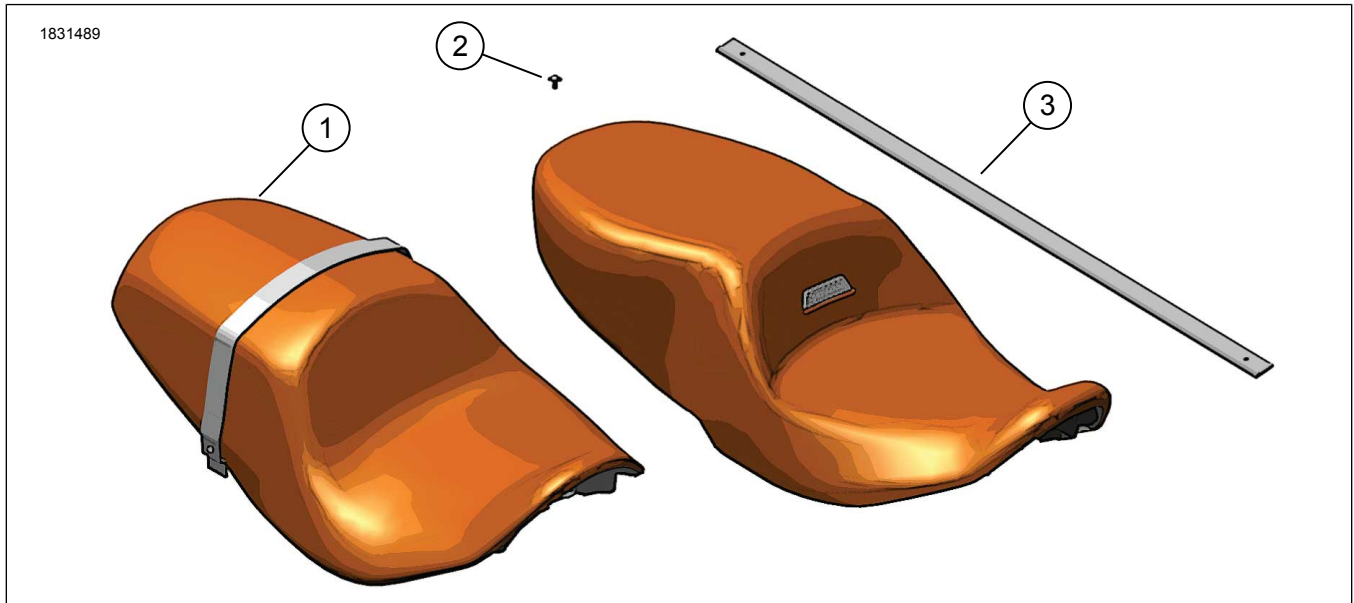
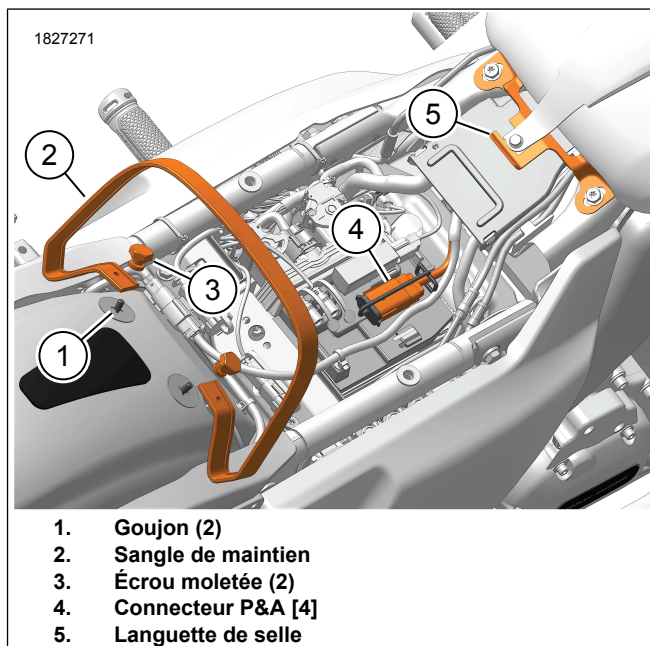
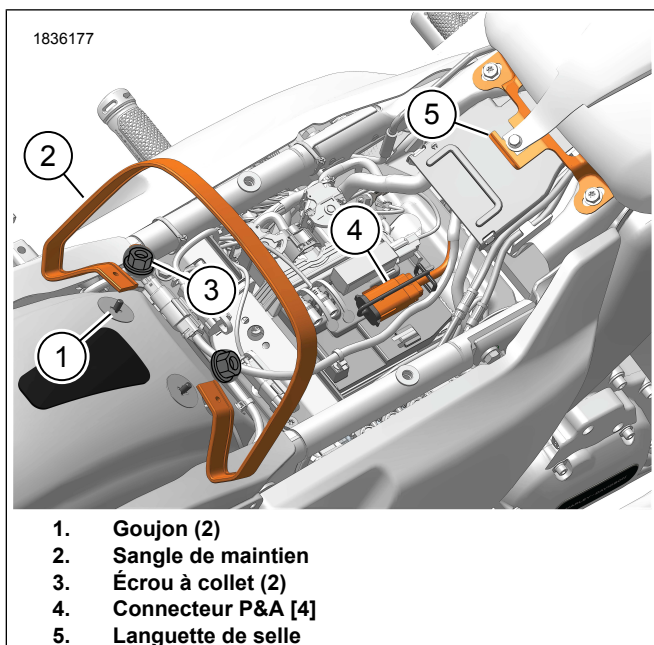
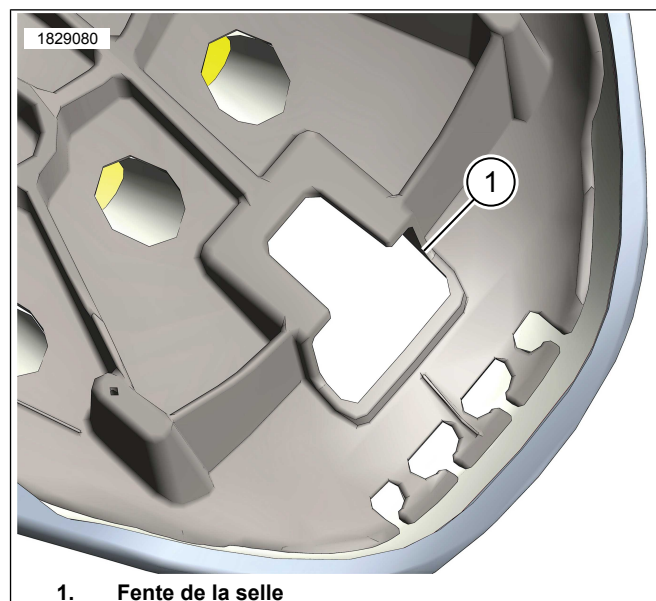

Figure 1. Contenu du kit : Selles - Touring
Figure 2. Emplacements des composants
Figure 3. Emplacements des composants
Figure 5. Fente de montage de la selle
- Voir la figure 2. Les véhicules équipés d'écrous moletés suivent les étapes 1a et 1b.
- Voir la figure 3. Les véhicules équipés d'écrous à embase suivent les étapes 1a et 1c.
1. Voir Figure 2 et Figure 3. Poser la **nouvelle** sangle de maintien (4).
- a. Installer la sangle de maintien (2) sur les goujons (1).
- b. Installer les écrous moletés (3). Serrer.
3. Voir Figure 2 et Figure 5. Installer la selle arrière à travers la sangle de maintien (2) jusqu'à ce que la fente de montage de la selle (1) située sous la selle avant se trouve derrière la patte de la selle (5).
4. Faire glisser la selle vers l'avant jusqu'à ce que la patte de la selle s'engage complètement dans la fente de montage de la selle (1).
5. Voir la figure 1. Installer la vis de la selle (2). Serrer.